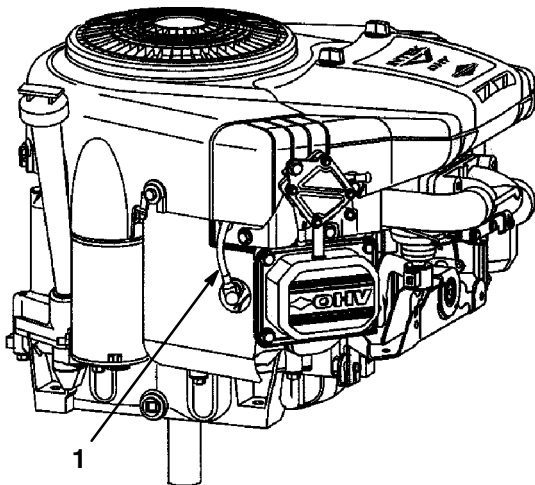

Abbildung 25
- Die Kabel von den Zündkerzen abziehen (Abb. 25). Den Bereich um die Zündkerzen herum reinigen, um zu verhindern, dass Schmutz in den Motor fallen und Schäden verursachen kann.
- Die Kabel an den Zündkerzen anbringen (Abb. 25).